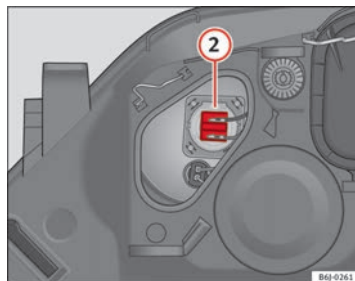

Fig. 164 Abbaglianti
- Estrarre il connettore ⇒ fig. 164 ② tirando verso l'esterno.